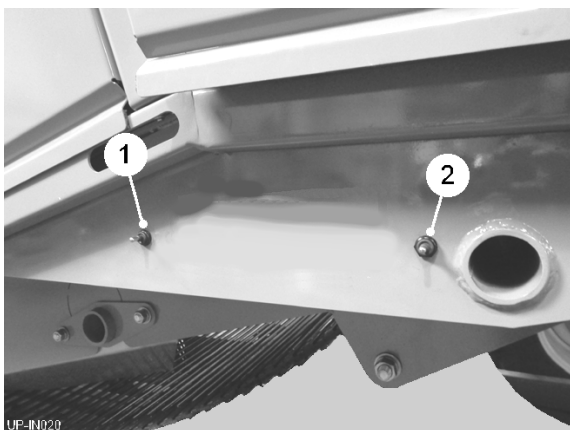

Fig 14
Tværtransportørens LH-side foldes lodret for at reducere bredden til transport. Hæve / sænke transportbåndet styres af de to eksterne kontakter (item 1 & 2, fig 14) på maskinens LH-side.